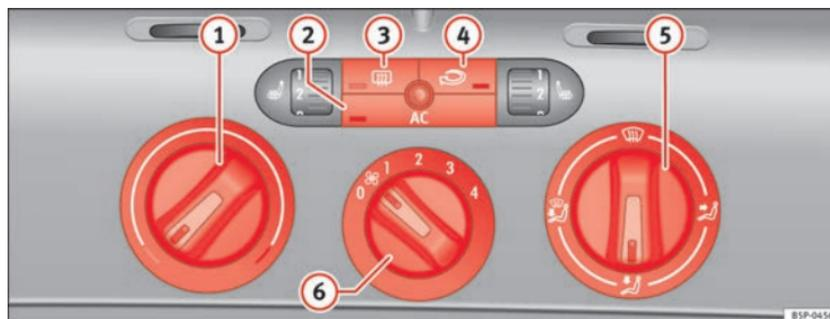

Fig. 128 Comandos do Climatic no painel de instrumentos
- Rodar o regulador da temperatura ⇒ fig. 128 (1) para a direita, até ser atingida a potência calorífica pretendida.